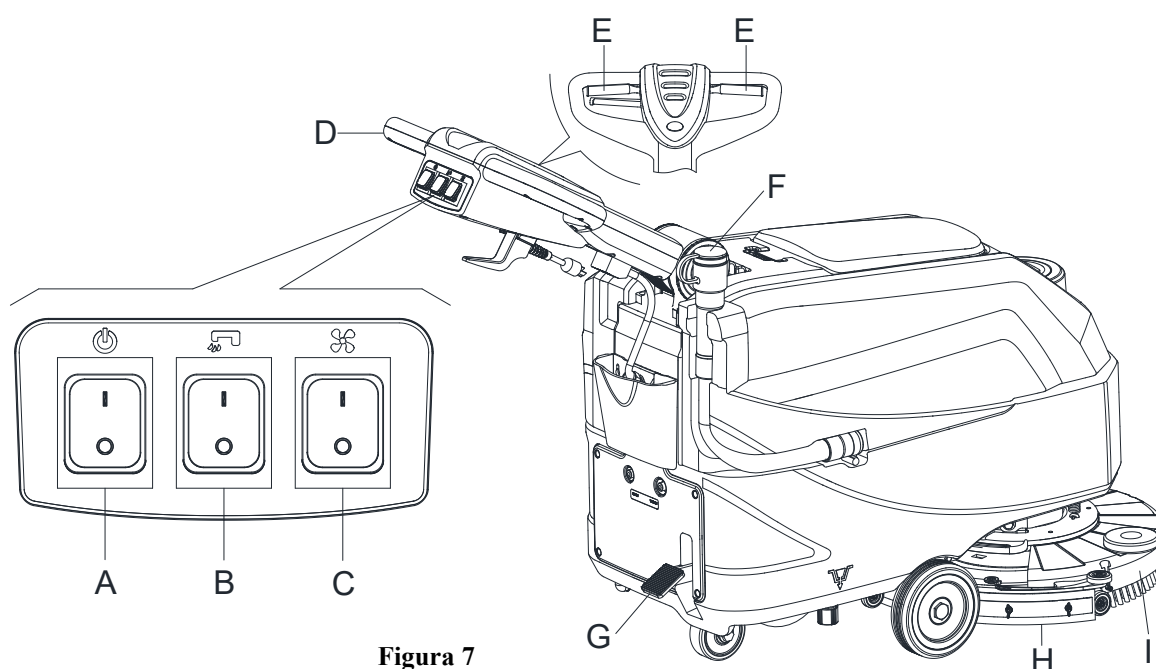

Figura 7
2. Portare la macchina nell'area da pulire, spingendola con le mani sul manubrio (D, Figura 7).
3. Abbassare la testata portaspazzole/portafeltro (I, Figura 7) e il tergicore (H) sollevando il pedale (G).
4. Premere l'interruttore di alimentazione (A, Figura 7) in posizione "I".
5. Premere l'interruttore della soluzione (B, Figura 7) in posizione "I". (Operare simultaneamente con l'interruttore di sicurezza (E) per controllare l'elettrovalvola).
6. Premere l'interruttore di aspirazione (C, Figura 7) in posizione "I".
7. Iniziare la pulizia spingendo la macchina con le mani sul manubrio (D, Figura 7) e premendo la leva dell'interruttore di sicurezza (E, Figura 7).
Per spostare la macchina in avanti, premere la leva dell'interruttore di sicurezza di destra o di sinistra (E, Figura 7) o entrambe.
10. Arrestare la macchina mediante il manubrio (D, Figura 7).
11. Al termine dell'utilizzo della macchina, rilasciare la leva dell'interruttore di sicurezza (E) per spegnere la spazzola/portafeltro e l'elettrovalvola.
12. Premere l'interruttore di controllo della soluzione (B) in posizione "OFF" per interrompere completamente il flusso della soluzione.
13. Premere l'interruttore aspirazione (C) in posizione "OFF". Il sistema di aspirazione si interrompe dopo pochi secondi.
15. Sollevare la testata portaspazzole/portafeltro (I, Figura 7) e il tergitore (H) abbassando il pedale (G).
2. Tenendo entrambe le mani sul manubrio, premere la leva dell'interruttore di sicurezza (E, Figura 7), quindi manovrare la macchina e avviare il lavaggio/asciugatura del pavimento.
2. Sollevare la testata portaspazzole/portafeltro (I, Figura 7) e il tergitoro (H) abbassando il pedale (G).
4. Svuotare il serbatoio acqua di recupero con il tubo flessibile (F, Figura 7). Quindi, sciacquare il serbatoio acqua di recupero (C, Figura 9) con acqua pulita.